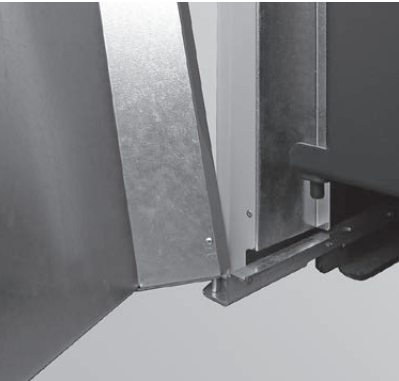
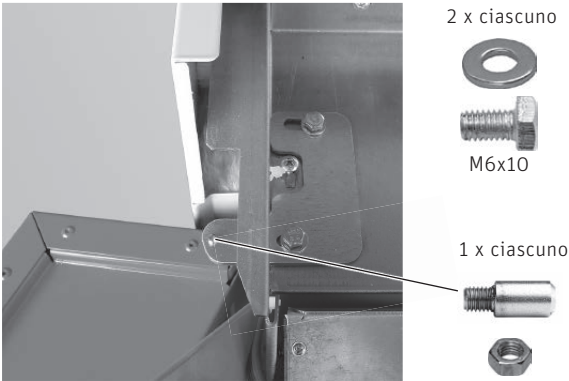

Fig. 83 Porta di contenimento in basso sul cardine
Fig. 84 Porta di contenimento in alto con cardine
- Agganciare la porta di contenimento in alto e in basso in corrispondenza del cardine (Fig. 83) e fissare il cardine superiore con 2 rondelle e 2 viti a testa esagonale M6x10 – Fig. 84.